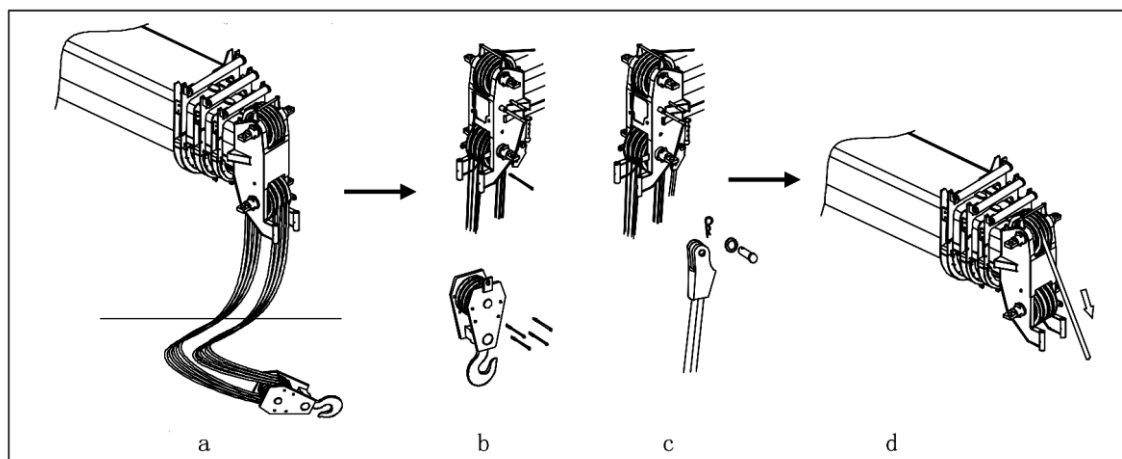

Fig. 06 – 39
- Retraia a lança completamente e a mova para a lateral ou a parte traseira do guindaste. Consulte a Fig. 06 – 39.